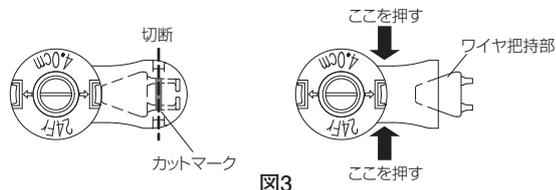

図3
3. ボタンの体外固定部のカットマークをハサミで切断し、ワイヤ把持部の根元を押ししてワイヤ把持部を押し出す。(図3)